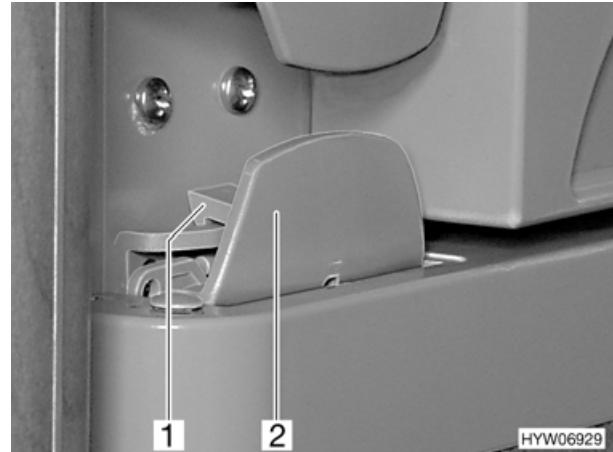

Bild 88 Verriegelung der Kühlschranktür, geschlossen (Variante 2)
- Kühlschranktür am Griff (Bild 88,2) öffnen. Die Verriegelung (Bild 88,1) wird automatisch gelöst.